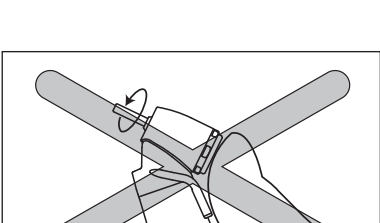

図 6
- ・ハンドピース作動中はハンドピースのヘッド付近には触れないでください。ケガの恐れがあります。特にプッシュボタンが押されると火傷をする、またはハンドピースの回転不良やチャック不良の原因になる恐れがあります（図6）。